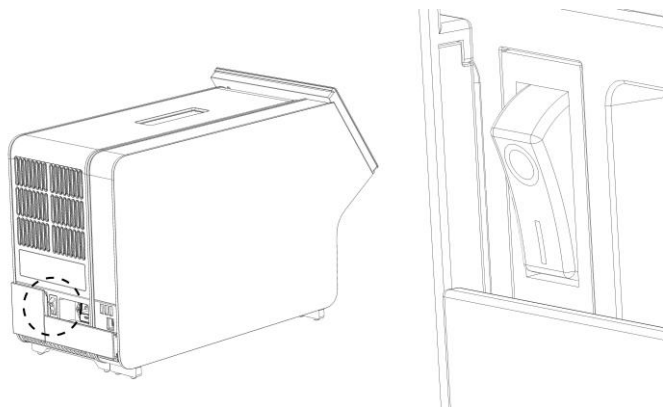

图 21. 找到电源开关并将其设置到 “I” 位置。
10. 将分析模块背面的电源开关按到 “I” 位置打开仪器（图 21）。检查分析和操作模块的状态指示灯是否为蓝色。